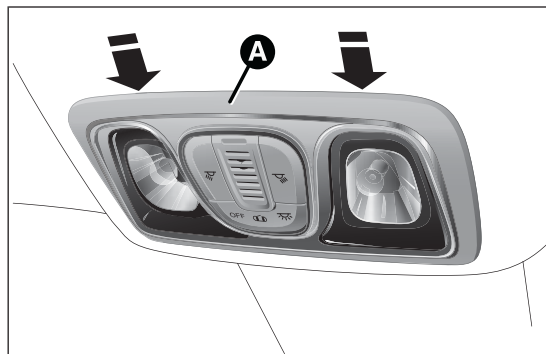

fig. 179
- ☐ rimuovere la plafoniera A fig. 179 agendo nei punti indicati dalle frecce;
- ☐ fissare la plafoniera A fig. 179 nella sua sede accertandosi dell'avvenuto bloccaggio.